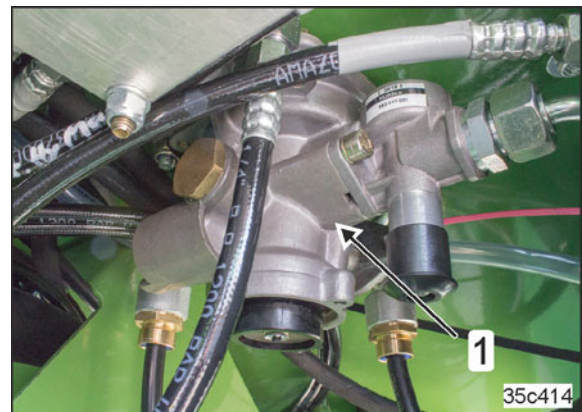

Bild 33
- en släpbromsventil (Bild 33/1)